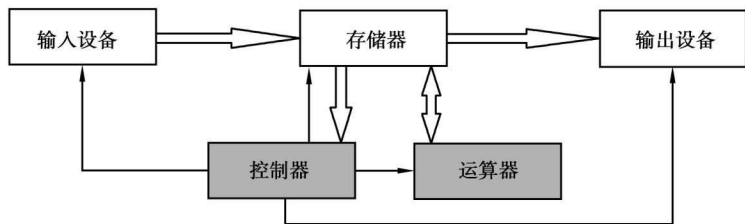

图 1.4 冯·诺依曼结构
(2)匈牙利籍数学家冯·诺依曼在方案的设计上作出了重要的贡献。1946年6月,他又提出了“程序存储”和“二进制运算”的思想,进一步构建了计算机由运算器、控制器、存储器、输入设备和输出设备组成,这一计算机的经典结构,如图1.4所示。